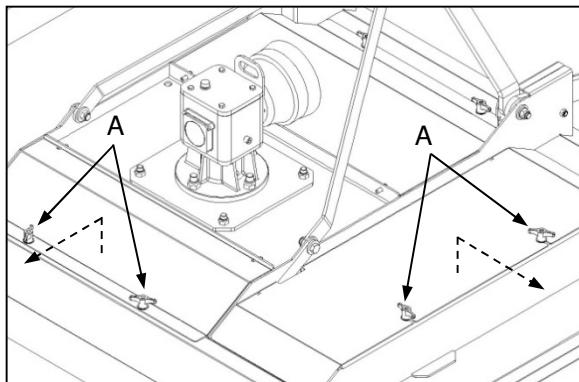

Fig. 4
- ✓ Remove the plastic wingnuts (Fig. 4-A) on the right-hand side and rear covers. Lift and slide out covers.
- ✓ Verwyder die vleuelmoere (Fig. 4-A) aan die regterkantste en agterste dekplate. Lig en skuif plate uit.